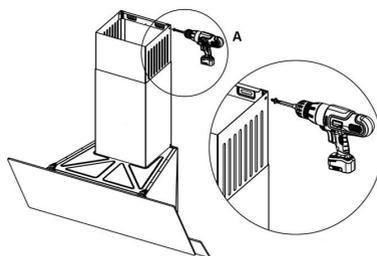

Рисунок 8
10. Закрепить внешний воздуховод на монтажном кронштейне на верхней поверхности вытяжки (**2 шт.**, справа-слева), используя болты **3,5x6,5 RYSB** (Рис. 8).